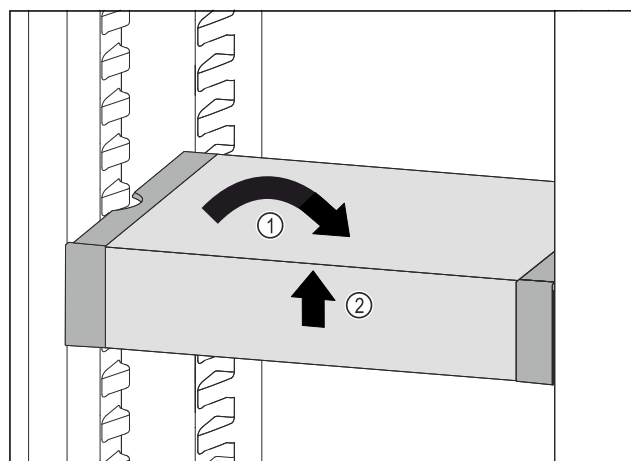

Fig. 115
- ▶ Seadke VarioSafe otseks. Fig. 115 (1)
- ▶ Tõstke VarioSafe eest üles. Fig. 115 (2)